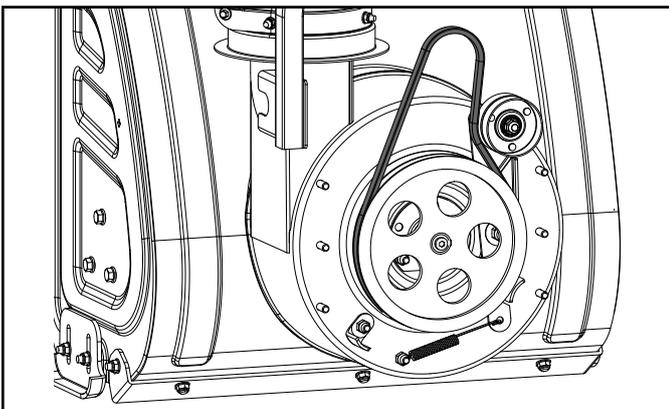

Figure 45
8. Enlevez la courroie d'entraînement de la poulie en la faisant glisser. Enlevez la courroie et remettez-en une en place en suivant les étapes dans l'ordre inverse en vous assurant que la nouvelle courroie est sous la poulie tendeur à ressort. (figure 45)